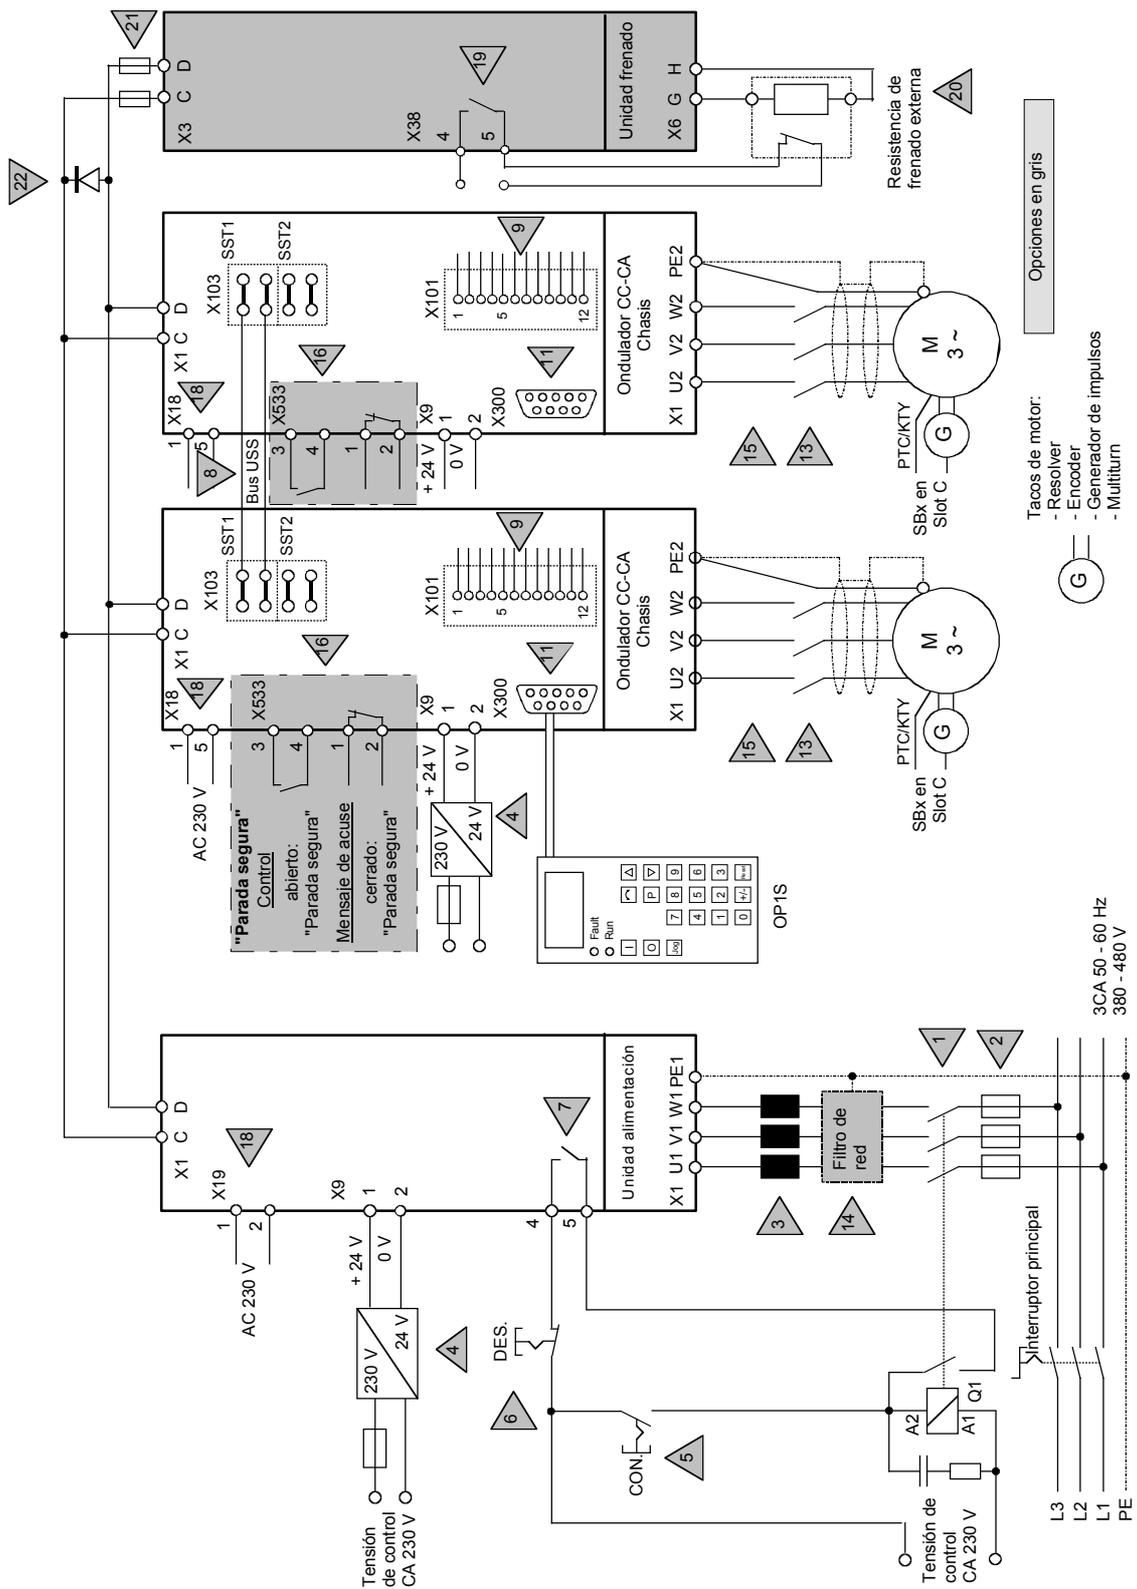

Figura 2-6 Ejemplo de instalación: accionamiento múltiple con equipos en chasis
- Accionamiento multiaxial con equipos en chasis (Véase la figura 2-6 de la página 2-11)